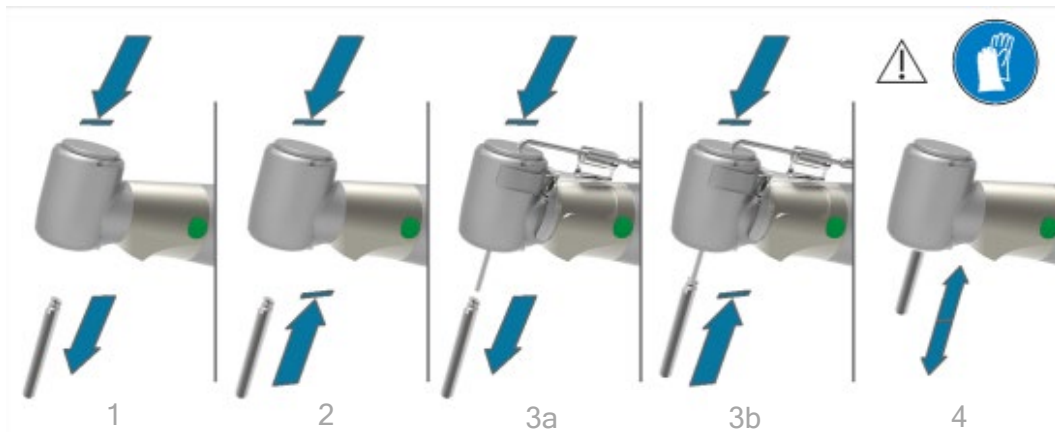

FIG 3
3. Als het Kirschner Meyer irrigatiesysteem wordt gebruikt, wordt aanbevolen om de koel slang op zijn plaats te laten om het instrument te verwisselen (FIG 3 stap 3a & 3b).